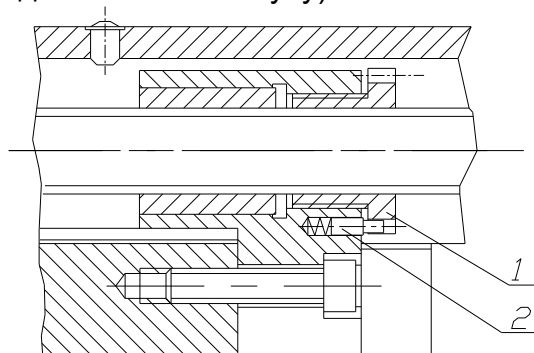

Рис.6-7. Наладка зазора между винтом и гайкой верхнего суппорта
6.2.8 НАЛАДКА ЗАЗОРА МЕЖДУ ВИНТОМ И ГАЙКОЙ ВЕРХНЕГО СУППОРТА (см.Рис.6-7)